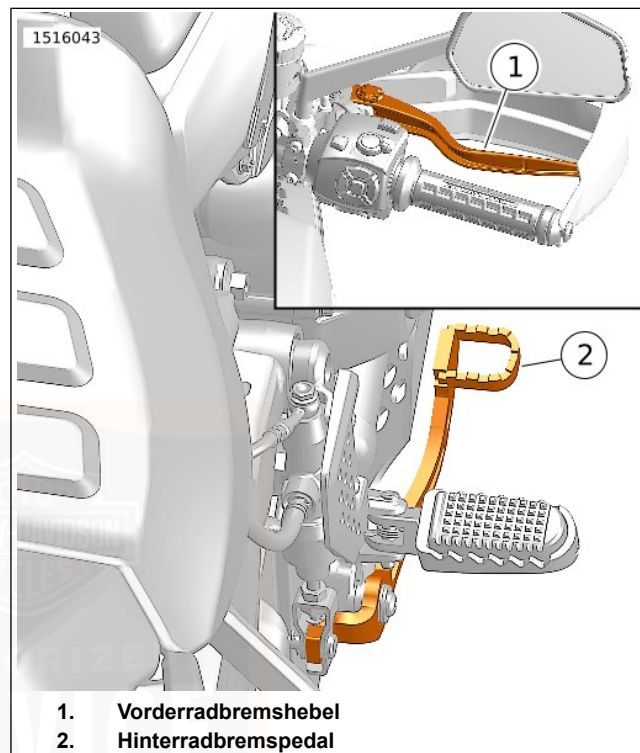

Abbildung 51. Bedienungselemente für Bremsen
Siehe Abbildung 51. Mit dem Vorderradbremshel (1) wird die Vorderradbremse betätigt. Der Hebel befindet sich am rechten Lenker. Den Handhebel mit den Fingern der rechten Hand betätigen.
Siehe Abbildung 51. Mit dem Hinterradbremspedal (2) wird die Hinterradbremse betätigt. Das Pedal befindet sich auf der rechten Seite. Das Hinterradbremspedal mit dem rechten Fuß betätigen.